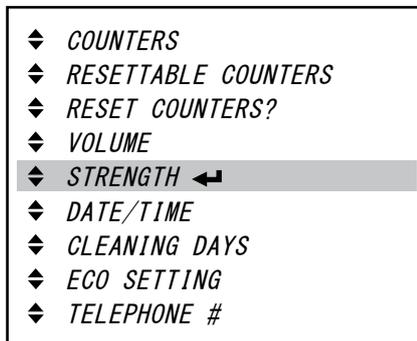

図36
1. エンターキー ◀ を押して、《STRENGTH (濃さ)》を呼び出してください。(図36)